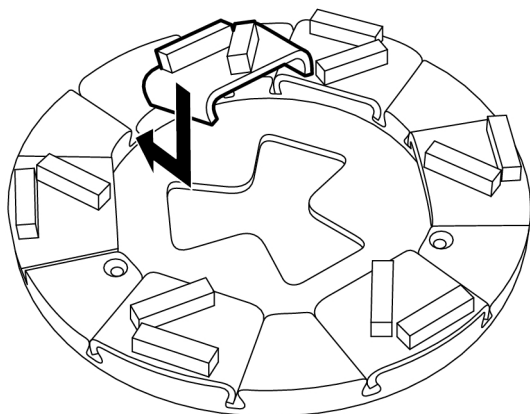

Figura 4-13. Installazione dell'utensile di levigatura
1. Inserire l'utensile di levigatura dall'alto trasversalmente nell'apposita scanalatura guida del portautensile, vedere Figura 4-13, pagina 25. Inserire quindi l'utensile a fondo nella scanalatura guida esercitando pressione.
2. Inserire il nuovo utensile di levigatura dall'alto trasversalmente nell'apposita scanalatura guida del portautensile, vedere Figura 4-13, pagina 25. Inserire quindi l'utensile a fondo nella scanalatura guida esercitando pressione.
3. Installare sulla macchina l'utensile desiderato, vedere Figura 4-13, pagina 25.